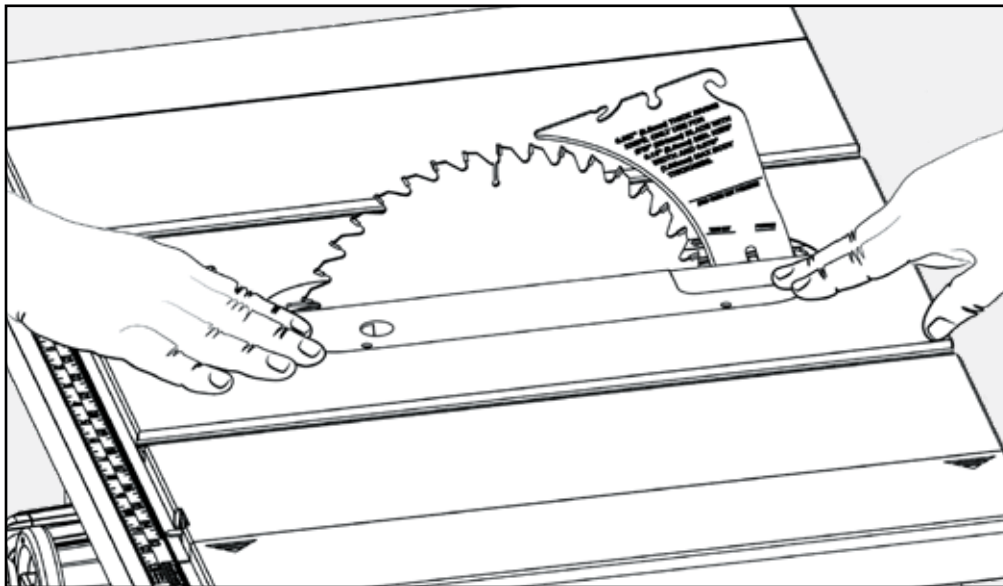

FIGURE 17
Placer la plaque de la gorge au niveau de la table en utilisant (4) vis à tête plate. Voir figures 17 et 18. Pour plus de détails sur le nivellement de la plaque à gorge, voir page 77.